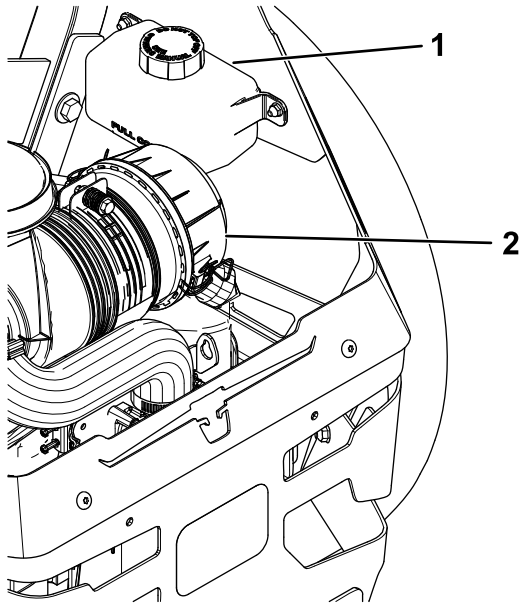

Figura 65
2. Verificați rezervorul de expansiune și, dacă este necesar, adăugați ulei hidraulic Toro® HYPR-OIL™ 500 până la linia COMPLET RECE (Figura 65).